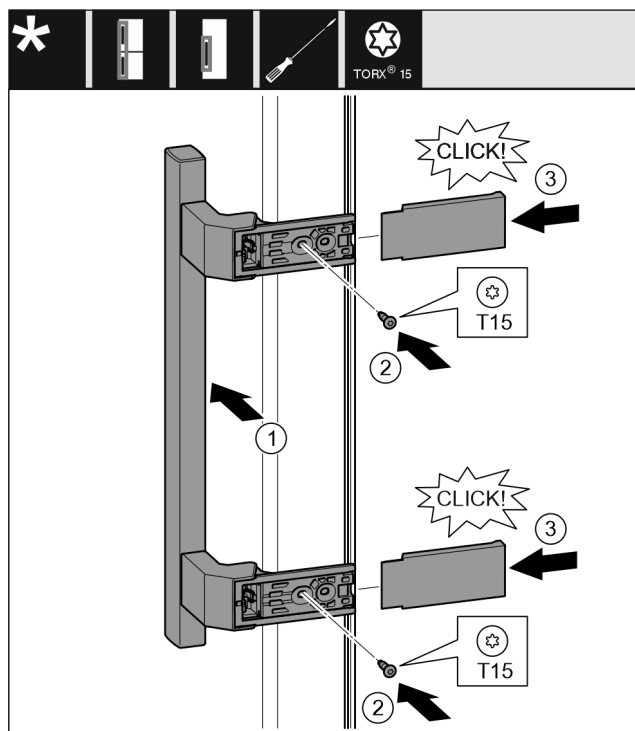

Fig. 20
- 将把手放到反面。Fig. 20 (1)
- 用 T15 螺丝刀拧紧螺钉。Fig. 20 (2)
- 将盖板放置到侧面并插入。Fig. 20 (3)